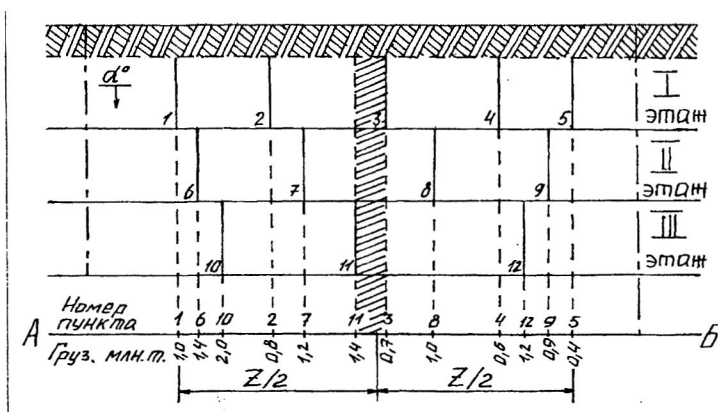

Рис. 7.2. К определению места заложения ствола в направлении простирания пласта
**Решение.** Грузы (запасы выемочных полей), подлежащие транспортировке по этажным штрекам, показываются на плане шахтного поля (рис. 7.2). Точки сосредоточения грузов (точки пересечения участковых бремсбергов с этажными штреками) для удобства нумеруются.